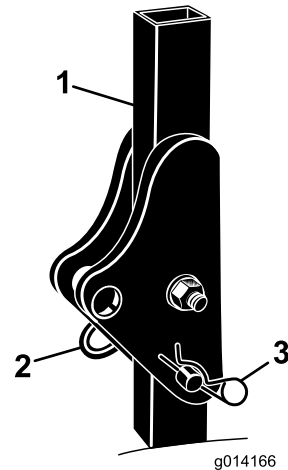

图 5
1. 从翻车保护杆上卸下 2 个发卡销和 2 个柱销图 5。
2. 将翻车保护杆升起至直立位置并用 2 个柱销和 2 个发卡销固定图 5。